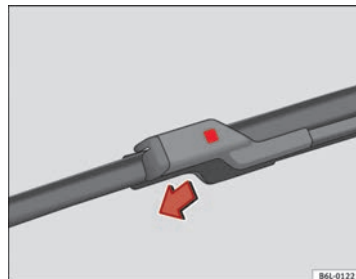

Abb. 130 Auswechseln der Scheibenwischerblätter ▶
- Drücken Sie den Sicherheitsknopf ein ⇒ **Abb. 130**.